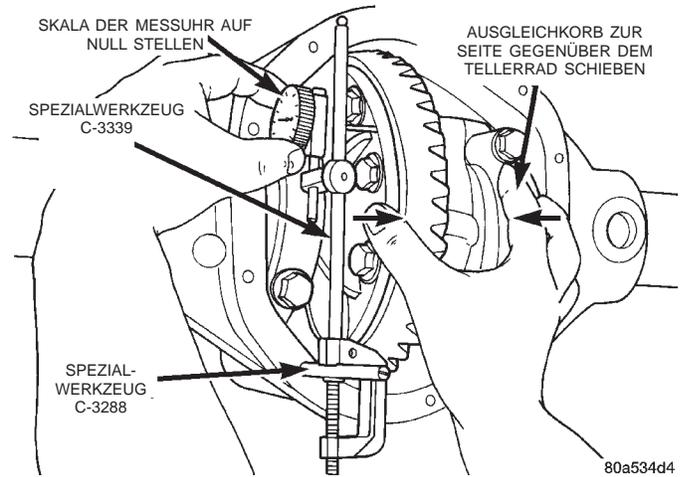

Abb. 69 Ausgleichkorb festhalten und Meßuhr auf Null stellen
(10) Den Ausgleichkorb im Differentialgehäuse auf die Seite gegenüber dem Tellerrad schieben und dort halten (Abb. 69).
(11) Skala der Meßuhr in dieser Lage auf Null stellen (Abb. 69).